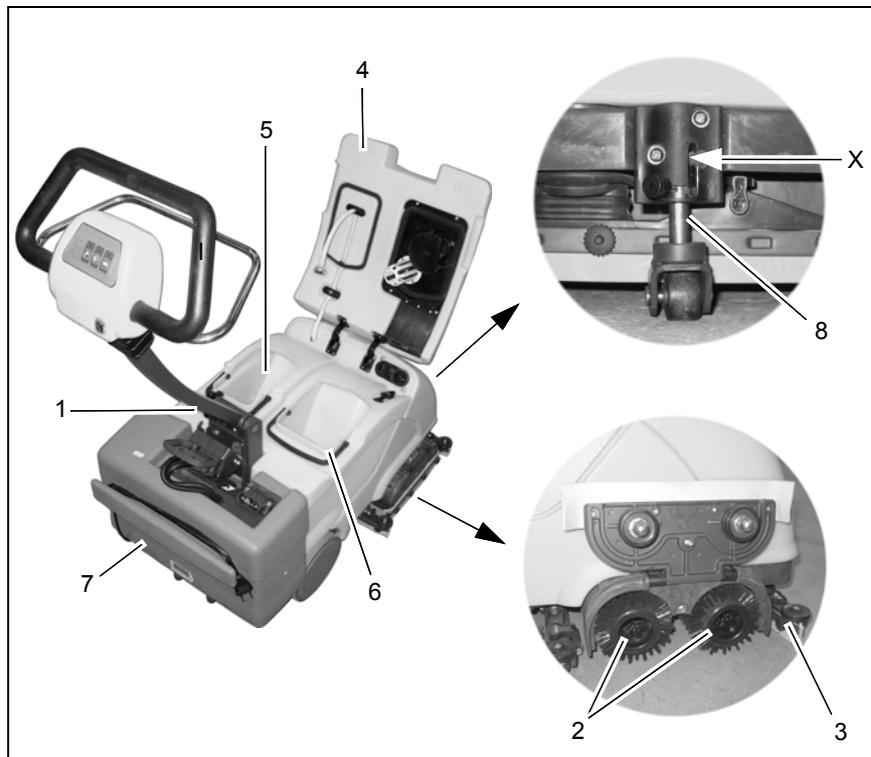

Fig.5
- Escovas (Fig. 5/2)
- Borrachas do rodo de aspiração (Fig. 5/3)
- Filtro de detergente, filtro de ar e vedações da tampa (Fig. 5/4)
2. Verifique o nível do tanque de água limpa (Fig. 5/5), e reenchá se necessário. Adicione detergente como necessário de acordo com a secção 5.5.1.
3. Verifique o nível do tanque de água suja (Fig. 5/6), e esvazie se necessário.
4. Levante a cabeça de escovas inclinando o guiador para trás e deslize as rodas de suporte (Fig. 5/8) para a posição de trabalho (X).